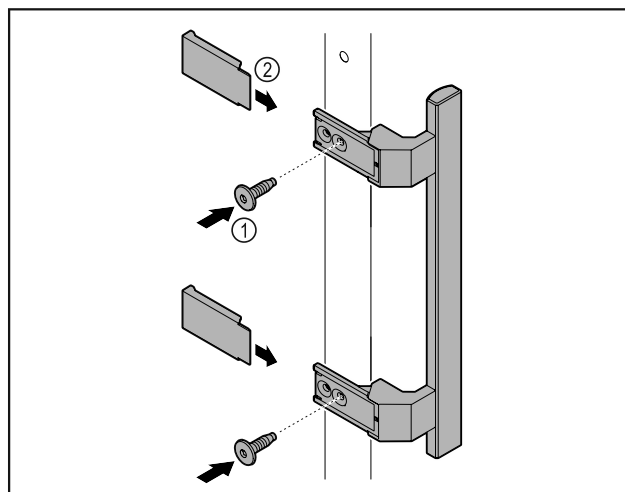

Fig. 7
- 用随附的螺钉 Fig. 7 (1) 将附件包中的把手安装到门上。
- 安放盖板 Fig. 7 (2)。